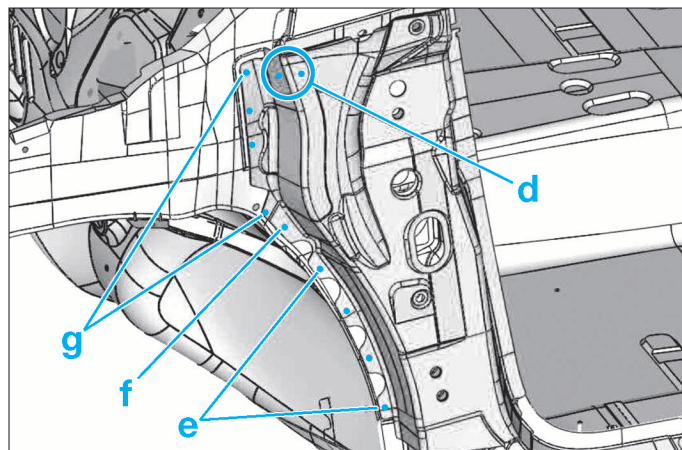

FIG. 48
- Effectuer les soudures par bouchonnage au Mig les 2 points (d) (Fig.48).